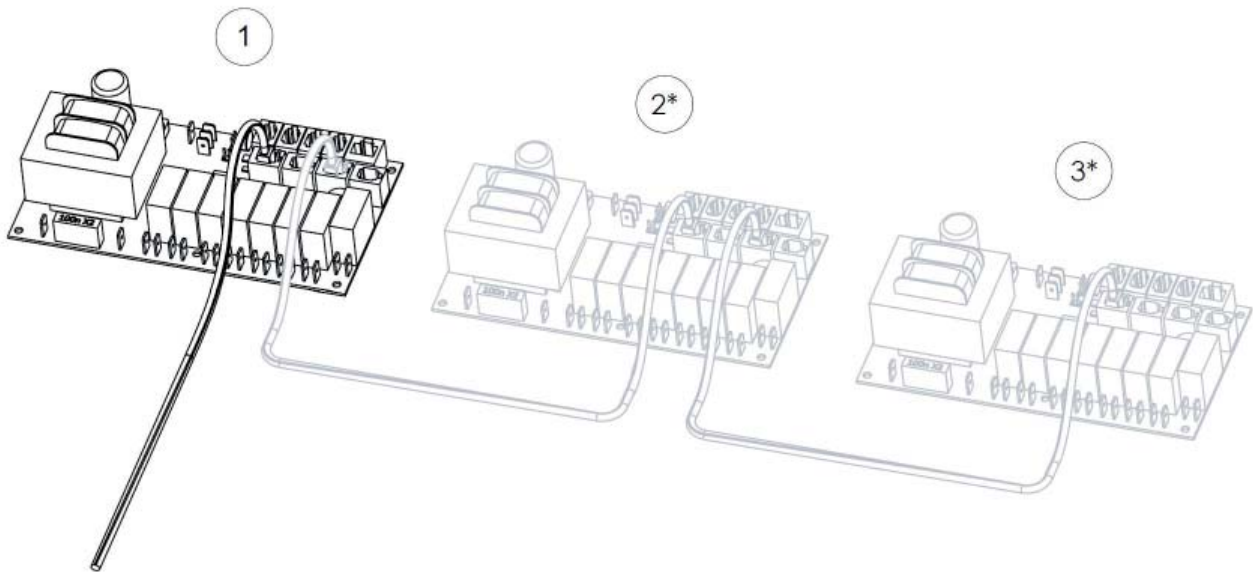

Fig. 16
Pour l'interconnexion des générateurs, il convient d'utiliser un câble basse tension (4 fils) avec un connecteur RJ10, (Fig. 16.) Voir la partie «Description du contact modulaire» (Fig. 17) pour de plus amples informations concernant la configuration des broches.
Si un générateur de vapeur doit subir une maintenance, les autres peuvent continuer à fonctionner. Un générateur désigné comme secondaire peut être déconnecté en supprimant le fil entre les cartes électroniques. (Fig. 16)
2. Débranchez le câble qui relie les cartes électroniques (Fig. 16)